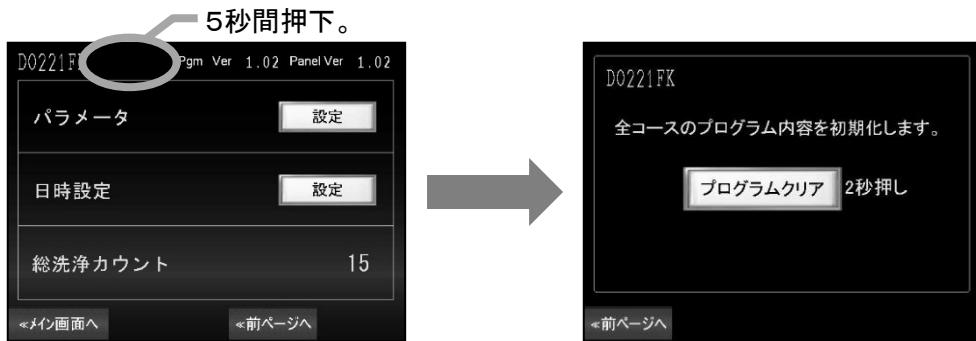

図 10-34
- システム設定画面の機種名の右側を5秒間押すとプログラムクリア画面に切り替ります。(図 10-34)